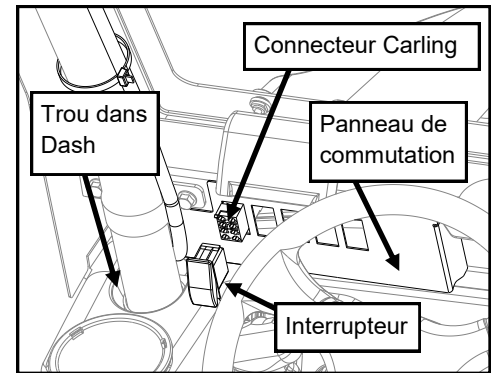

Fig. 7
7. Insérez l'interrupteur pour chaque accessoire dans le panneau d'interrupteur et attachez le harnais de fil accessoire à l'arrière de celui-ci. Acheminer tous les harnais autour de l'arrière du tube ROPS. Poussez les fils courts (rouge + noir) vers le bas à travers l'ouverture dans le tableau de bord (voir la figure 7) et la route vers la zone du bloc de fusible. Poussez également les fils de harnais de chauffage vers le bas à travers l'ouverture dans le tableau de bord s'il est installé.